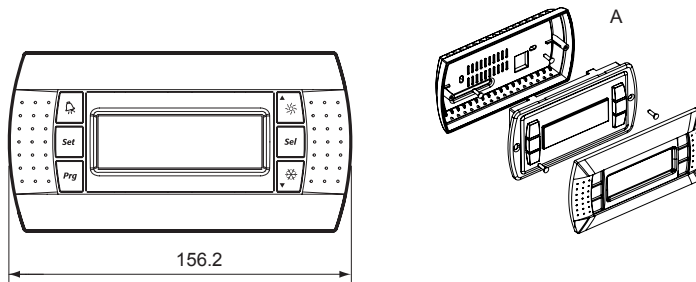

Fig. 8.3
4. Mettre en place le corps de l'afficheur sur sa base et fixer l'ensemble avec les vis à tête fraisée, comme indiqué sur la fig. 8.3.